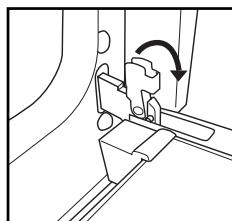

Fig. 1
2. Ridicați cele două dispozitive de oprire și împingeți-le în față cât mai mult (fig. 1).